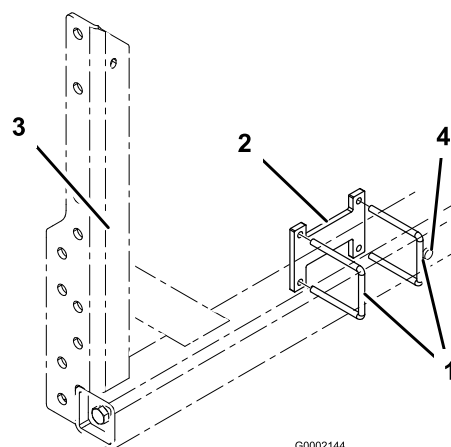

図 2
1. U ボルト（2本）とスペーサを、ブーム・フレームに、図 2 に示すように取り付ける。このアセンブリをブーム・フレームの